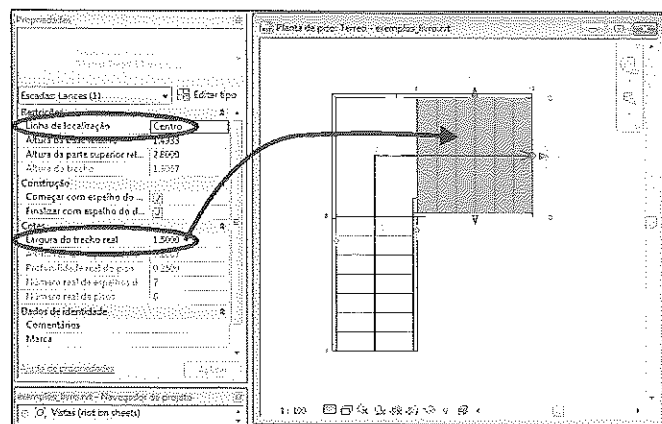

Figura 11.84 – Alteração da largura.
- Em seguida, selecione o trecho, como na Figura 11.84, altere a largura para 1.5 e a linha de eixo para a direita.